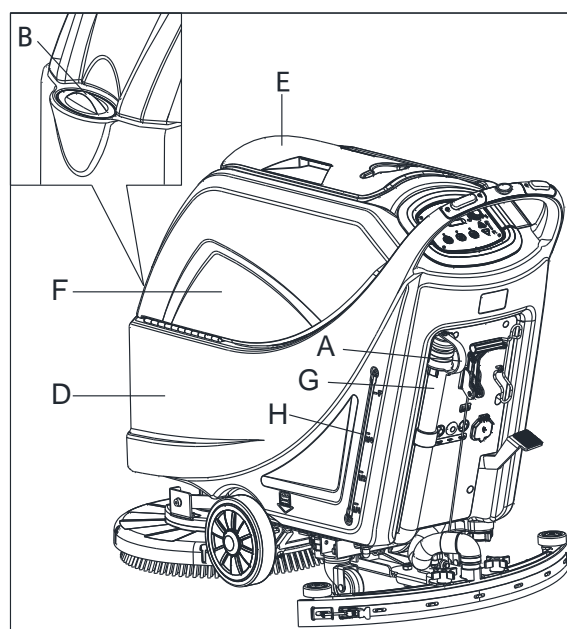

Figura 7
1. Deschideți capacul intrării pentru apă (B, Figura 7).
3. Nu umpleți complet rezervorul, respectați indicatorul de nivel (H) pentru volumul apei.